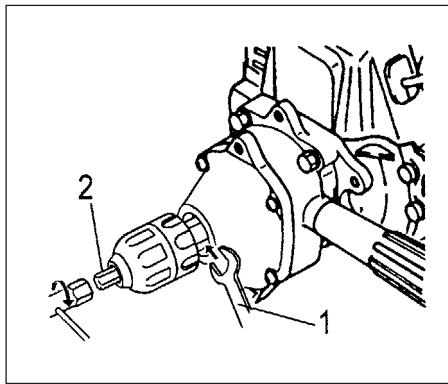

Fig. 2-7C
● Para apertar ou desapertar o porta-brocas sem chave, coloque uma chave de 19mm (1) entre a caixa de transmissão e o porta-brocas para travar o eixo de accionamento. Instale a barra de travamento (2) no porta-brocas, e depois aperte (em sentido do ponteiro do relógio) ou desaperte (contra o sentido dos ponteiros do relógio) a barra (2) com a chave juntamente fornecida. (Fig.2-7C)